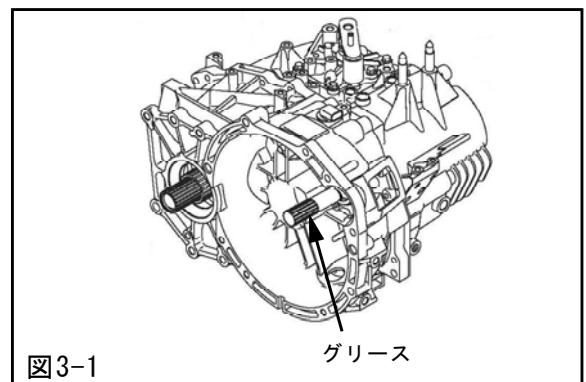

図3-1
- (1)トランスミッションのメインドライブシャフトのスプライン部にグリース（0101011 三菱純正指定又は相当品）を適量塗布した後、キット内のディスクAssyをスプライン部分にはめ込んで前後にスライドさせ、均等に伸ばしてください。（図3-1）